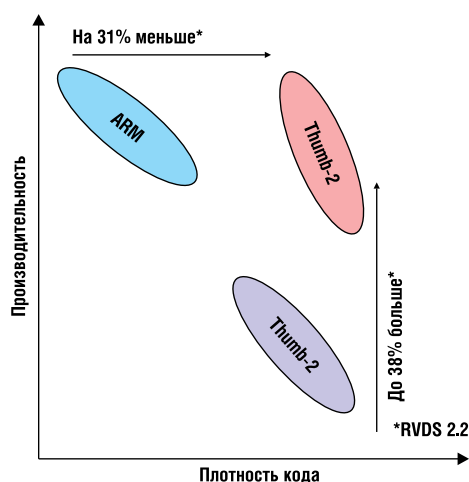

Рис. 1. Сравнение различных систем команд по плотности кода и производительности
- Поддержка системы команд Thumb-2 (комбинация 16- и 32-разрядных команд, рис. 1),